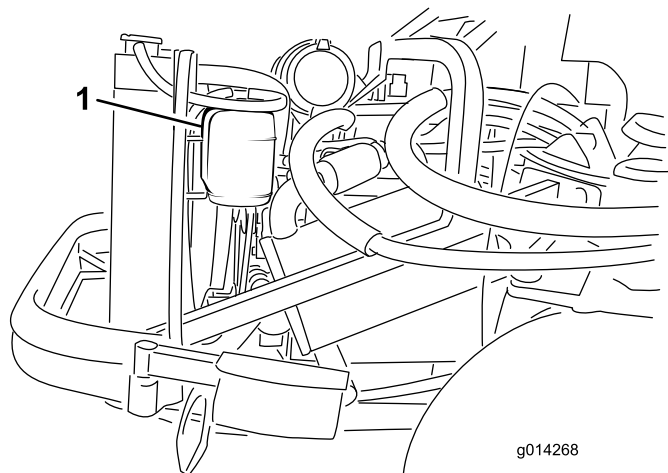

図 53
1. 液量の点検は補助タンクで行う (図 53)。タンク側面についている2本のマークの間にあれば適正である。